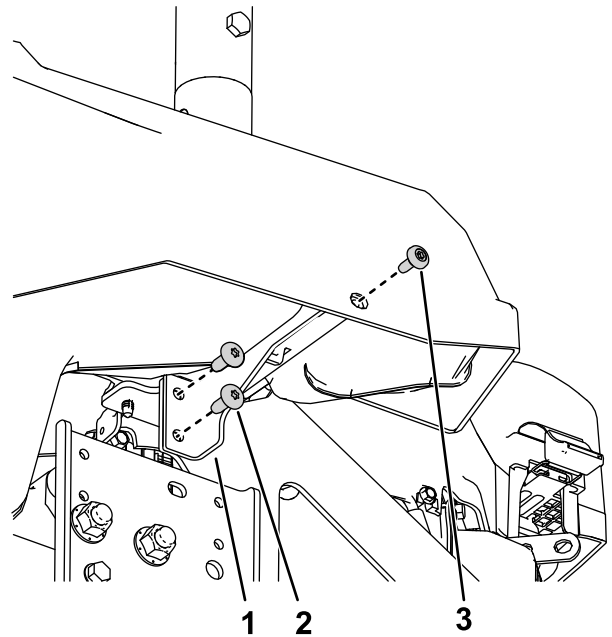

Figuur 10
2. Monteer de beugels voor de veiligheidsgordel aan de buitenkant van de rolbeugelbevestigingen (Figuur 10).
4. Monteer de linkerbeugel van de houder aan het machineframe; gebruik hiervoor 2 zelftappende schroeven ($\frac{5}{16}$ " x $\frac{3}{4}$ ") zoals wordt getoond in Figuur 10.